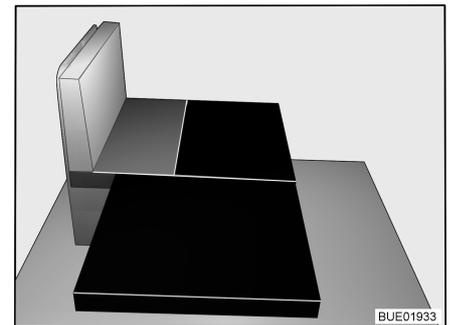

Fig. 38 Dopo la trasformazione
- Adagiare il cuscino aggiuntivo grande sul rivestimento del cuscino (vedere Fig. 38).